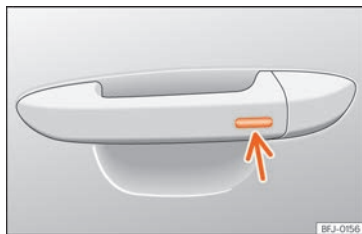

Fig. 64 Manecilla de la puerta: superficie sensora.
- **O BIEN:** mediante el sistema Keyless Access (sólo cierre): Mantenga un dedo durante algunos segundos sobre la superficie sensora de bloqueo  **fig. 64** (flecha) de la manecilla de la puerta para que se cierren las ventanillas y el techo. Si deja de tocar la superficie sensora se interrumpe la función de cierre.
Mantenga un dedo durante algunos segundos sobre la superficie sensora de bloqueo **>>> fig. 64** [flecha] de la manecilla de la puerta para que se cierre el techo. Si deja de tocar la superficie sensora se interrumpe la función de cierre.